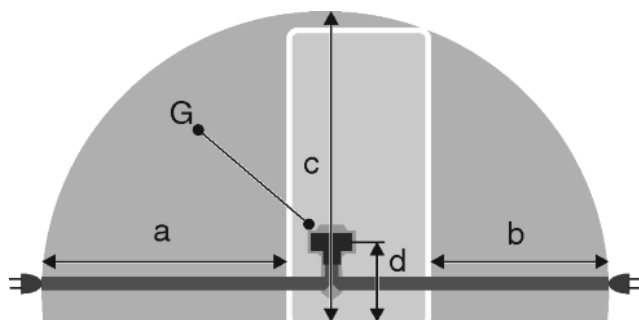

Fig. 31
- Контактът трябва да е извън зоната на задната страна на уреда и в рамките на дефинираната зона *Fig. 31 (a, b, c)*.
- ▶ Включете щепсела на уреда *Fig. 31 (G)* от задната страна на уреда. Обърнете внимание на доброто фиксиране.